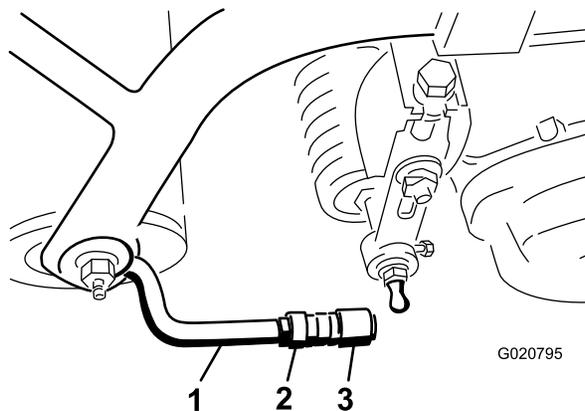

Figura 9
5. Alinee los conectores de las articulaciones esféricas de modo que el lado abierto del conector quede centrado respecto del espárrago con bola, y apriete las contratuercas para fijar los conectores en su lugar (Figura 9).